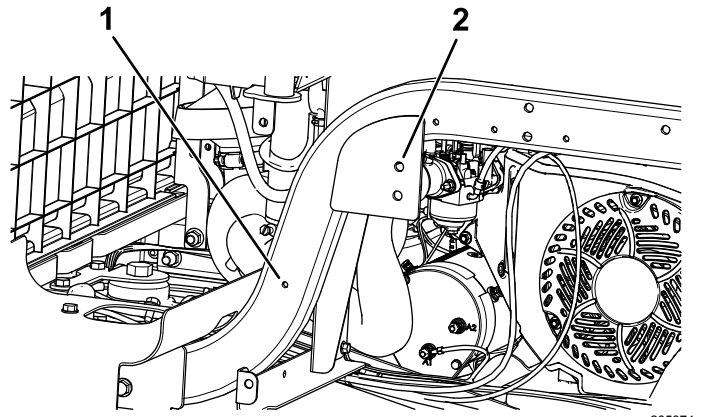

図 13
1. 図 13に示すように、シートベースの後ろ側にある2つの穴と、フレームレールの前方にある穴にROPS ブラケットを合わせる。
3. ROPS ブラケットに、穴の位置をマーキングする 図 13。